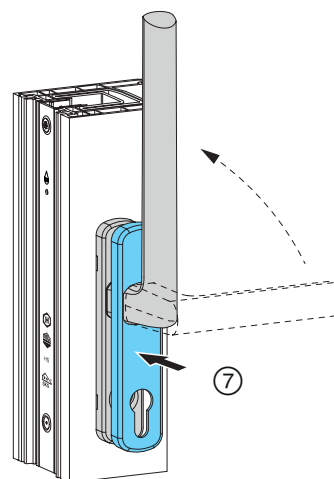

Abb. 36
- ⑦ Griff in Geschlossenstellung bringen und Abdeckkappe auf Griffrosette klipsen; **Abb. 36.**